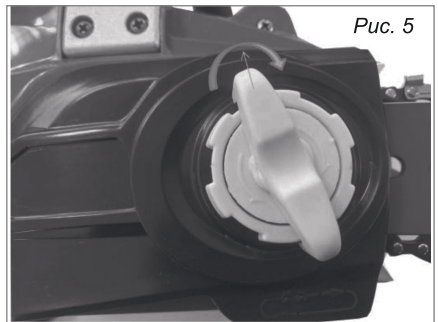

Рис. 5
5. Установите крышку цепи. Затяните маховик по часовой стрелке для крепления направляющей и крышки цепи (Рис. 5).